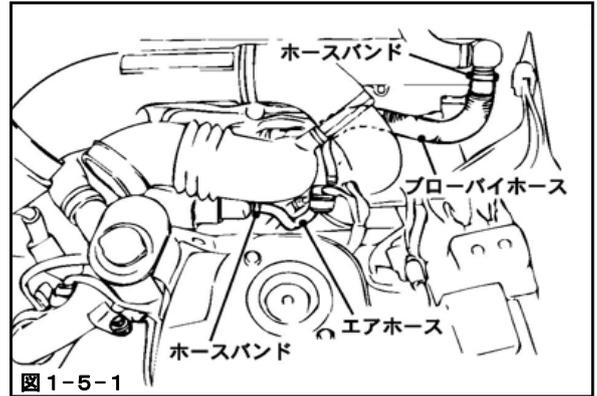

図 1-5-1
- (1) ホースバンドをゆるめ、エアホース, ブローバイホースを取外してください。(図1-5-1)